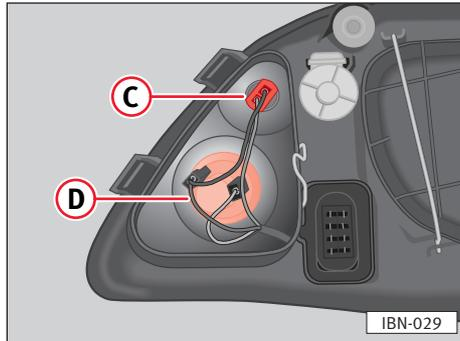

Fig. 154
- Tirare i cavi per liberare il portalampada dal suo alloggiamento ⇒ fig. 154 ②.